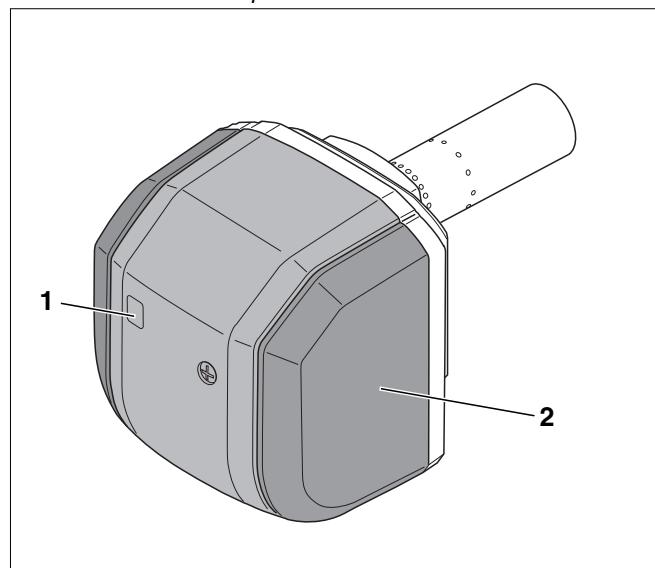

Fig. 2 Quemador
- Cubierta del quemador (fig. 2, **pos. 2**)
- Pulse la tecla contra perturbaciones (fig. 2, **pos. 1**, pág. 3) durante aprox. un segundo para arrancar el quemador.
- Iniciar el quemador: Pulse después de aprox. 30 segundos de espera la tecla de desbloqueo en el programador de combustión (fig. 2, **pos. 1**, pág. 3) durante aprox. un segundo para arrancar el quemador.